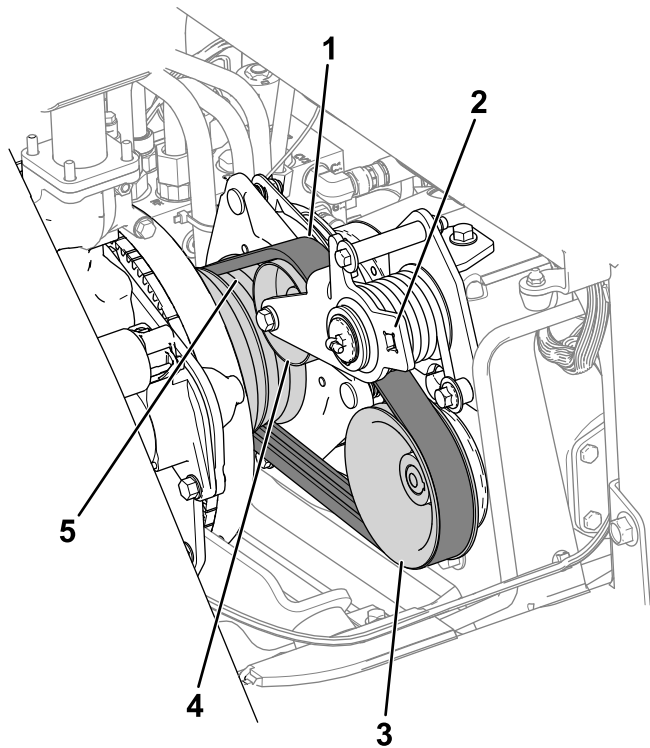

Figura 78
3. Direcționați curea pe fulia motorului, fulia rolei de ghidare și fulia pompei (Figura 78).